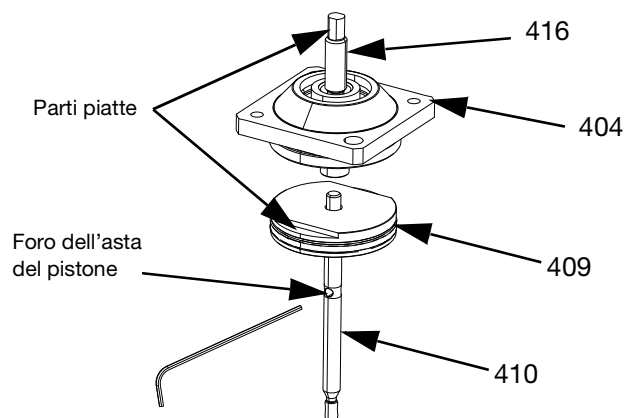

FIG. 18
4. Con un panno pulito rimuovere tutto il materiale presente all'interno della sezione dell'aria (B). Controllare per individuare eventuali danni come ad esempio graffi.
5. Per le valvole con gruppi ugello di aspirazione posteriore (FIG. 18):
- a. Rimuovere il gruppo asta del pistone (409 e 410) dall'adattatore della biella (416) e il cappuccio terminale dell'aria (404). Tenere ferma l'asta del pistone (410) con una chiave a brugola inserita nel foro dell'asta e svitare l'adattatore dell'asta (416).
- b. Posizionare una chiave sulle parti piatte del pistone (409) e inserire una chiave a brugola nel foro dell'asta del pistone (410).
- c. Svitare il pistone (409) dall'asta del pistone (410).